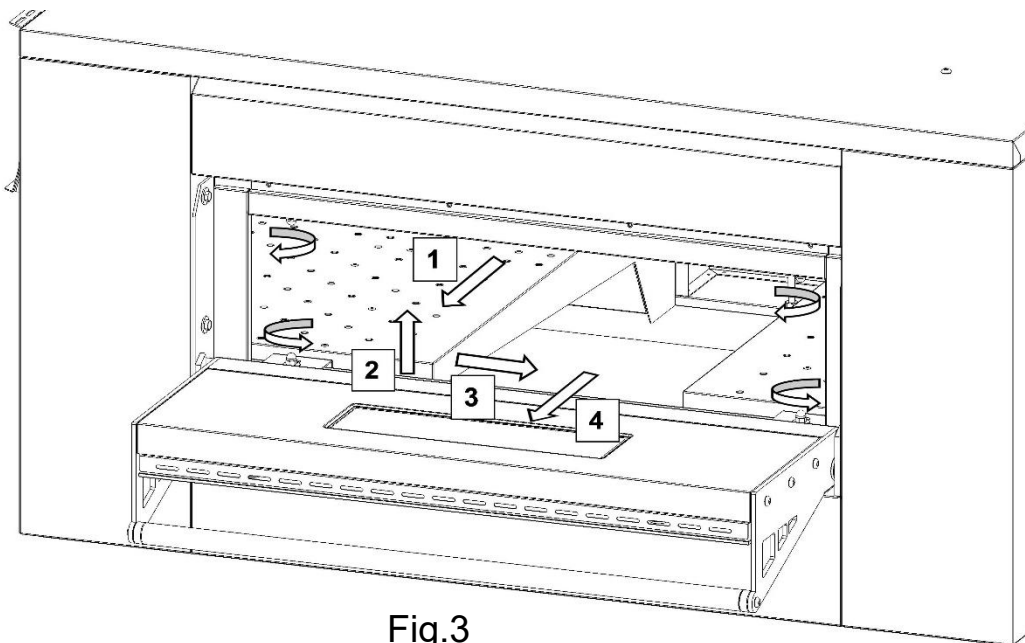

Fig.3
8. Die Seitenklappe öffnen und die mit Sechskantschrauben befestigten Verteiler mit einem Schlüssel Nr. 10 losschrauben. Um die Verteiler herauszuziehen robuste Handschuhe benutzen (um sich an den Kanten nicht zu zerkratzen) (siehe Abb.3 Abschnitt 9.3.1).
7. Die Seitenklappe öffnen und die Montagemuttern der Diffusoren mit einem 10er Schlüssel abschrauben (Abb.3). Bei dem DPZ3030EN die Seitenklappe öffnen und die Montagemuttern der Diffusoren mit einem 10er Schlüssel abschrauben.
8. Die Diffusoren mit dicken Handschuhen zum Schutz vor scharfen Kanten in der Reihenfolge 1-2-3-4 gemäß Abb.3 herausziehen.